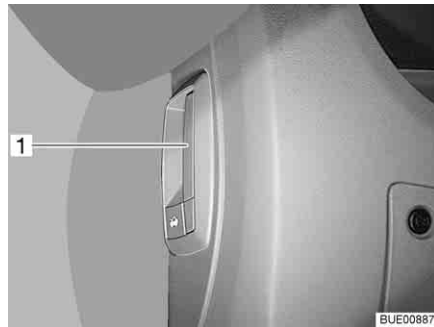

Fig. 41 Patilha de desbloqueamento do capô do motor (dentro do veículo)
- Puxe a patilha (Fig. 41,1) que se encontra no lado esquerdo ou lateralmente ao pé do painel de instrumentos.